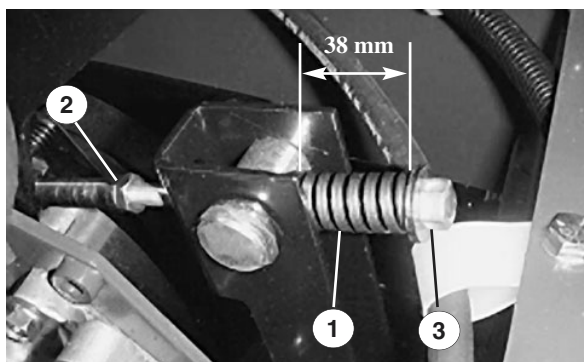

Figure 31
2. Desserrez l'écrou de blocage de la tige de tension (Fig. 31).
3. A l'aide d'une clé de ½", serrez ou desserrez le ressort de tension de la courroie (Fig. 31) pour obtenir une longueur de 38 mm.
3. A l'aide d'une clé de ½", desserrez complètement le ressort de tension de la courroie (Fig. 31).
5. Posez la courroie de rechange et retendez le ressort de poulie à 38 mm (Fig. 31).
6. Serrez l'écrou de blocage (Fig. 31) et fermez le capot.